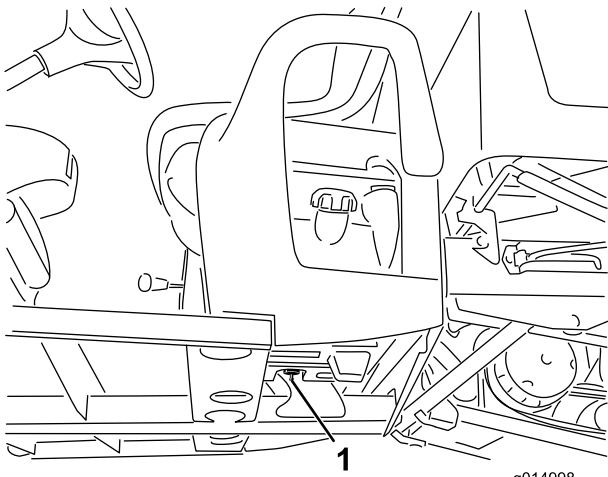

Figura 25
4. Compruebe el orificio del filtro de aire del cartucho de carbono, y asegúrese de que está limpio y libre de residuos y obstrucciones (Figura 25).